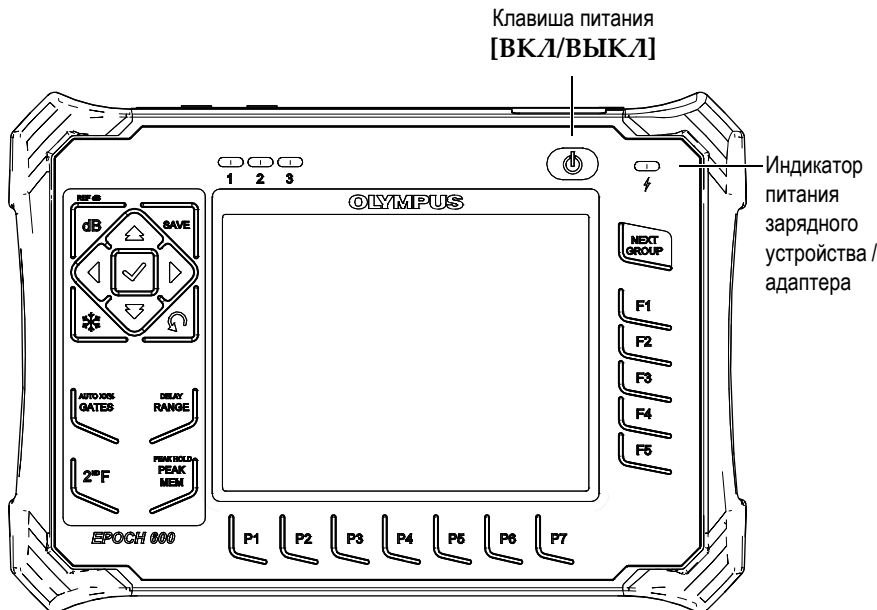

Рис. 4-1 Клавиша питания и индикатор питания ЕРОСН 600
На Рис. 4-1 на стр. 74 показано местоположение клавиши питания и индикатора питания зарядного устройства/адаптера переменного тока.
4. Включите EPOCH 600, нажав клавишу питания на передней панели (см Рис. 4-1 на стр. 74).
- На передней панели загорится индикатор питания (см. Рис. 4-1 на стр. 74).